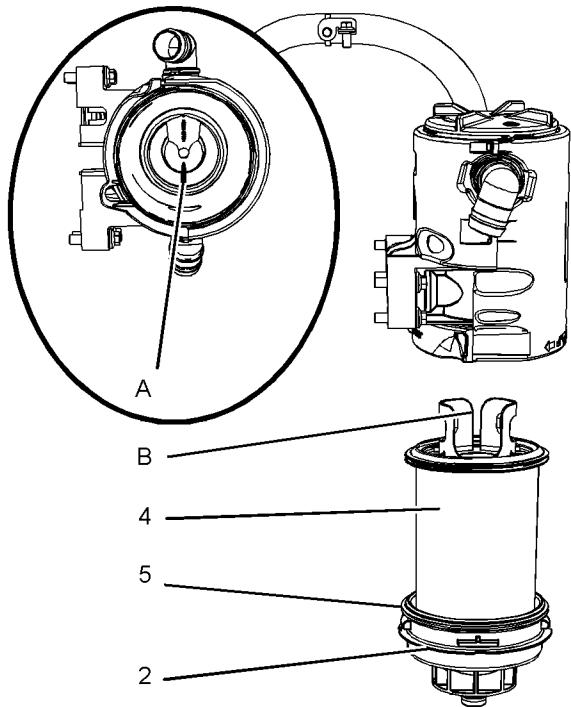

図 93
- 上部のキャップの位置(A)をフィルタエレメントの位置(B)に合わせます。図93を参照してください。